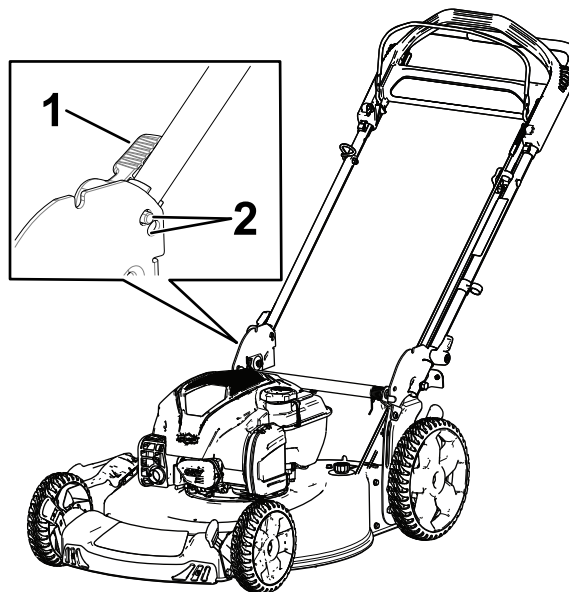

Bild 4
3. Stellen Sie die Holmarretierung auf eine der beiden Positionen (Bild 4) ein, bis der Stift einrastet und den Holm in der Betriebsstellung arretiert.